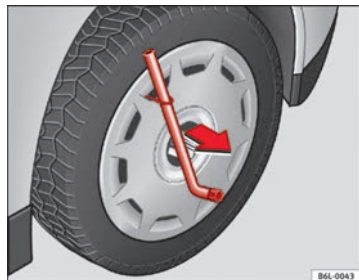

Fig. 135 Retirar embellecedor integral
- Retire el embellecedor integral de la rueda con el gancho de alambre ⇒ fig. 135.